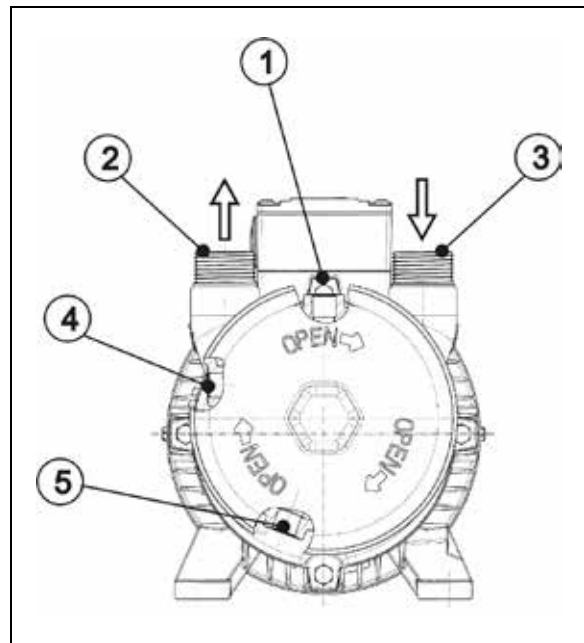

Fig. 7 : Raccords de tuyauterie / tuyaux flexibles de la pompe à vide / du compresseur
Pour la disposition des raccords de tuyauterie / des tuyaux flexibles voir Fig. 7, p. 22.
La tubulure d'aspiration (Fig. 7, p. 22, pos. 3) est caractérisée par une flèche indiquant le bas (↓).
La tubulure de refoulement (Fig. 7, p. 22, pos. 2) est caractérisée par une flèche indiquant le haut (↑).
L'orifice du fluide de service (Fig. 7, p. 22, pos. 1) se trouve entre la tubulure de refoulement et celle d'aspiration.